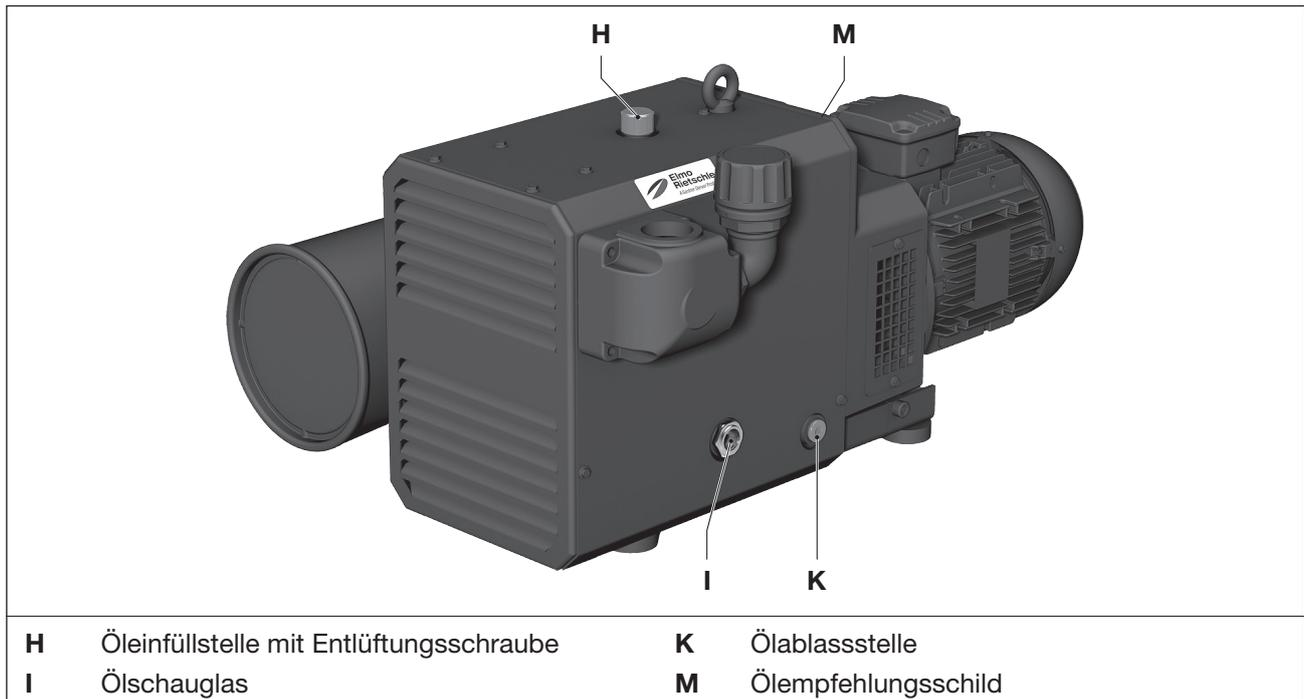

Abb. 7 Ölwechsel
- Ölstand am Schauglas (Abb. 7/I) monatlich kontrollieren.
- Verschluss der Öleinfüllstelle (Abb. 7/H) öffnen und Öl bis zur Oberkante des Schauglases (Abb. 7/I) auffüllen.
Als Betriebsmittel empfehlen wir die Verwendung der Elmo Rietschle Öle (siehe auch Ölempfehlungsschild (Abb. 7/M)):
- b) Schraube an der Öleinfüllstelle (Abb. 7/H) öffnen, Ölablassstelle (Abb. 7/K) öffnen und Altöl vollständig ablassen.
- c) Ölablassstelle (Abb. 7/K) verschließen und neues Öl an der Öleinfüllstelle (Abb. 7/H) einfüllen. Ölstand am Schauglas (Abb. 7/I) kontrollieren.
- d) Schraube an der Öleinfüllstelle (Abb. 7/H) schließen.